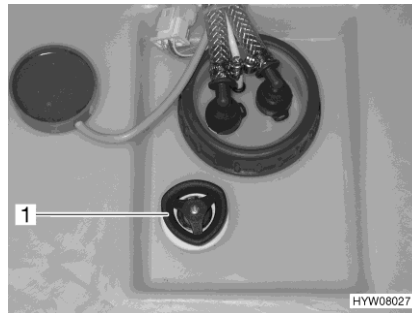

Bild 141 Ratt (vattentank)
Öppna: ■ Vrid ratten (Bild 141,1) på vattentanken moturs tills den första läges-spärren. Vattnet rinner ut tills ca 20 liter är kvar.
Stänga: ■ Vrid ratten (Bild 141,1) på vattentanken medurs till stoppläget.
- Vrid ratten (Bild 141,1) på vattentanken moturs mot motståndet till stoppläget för att öppna utloppsöppningen helt.